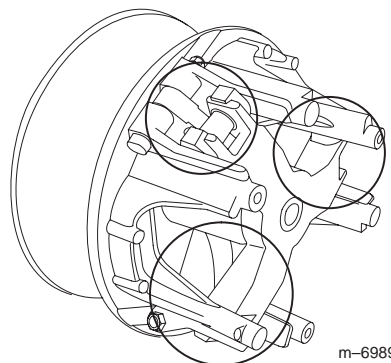

Figura 31
5. Lubrique las piezas en movimiento en las zonas indicadas en la Figura 31 usando Spray Lubricante Seco de Toro, disponible a través de su Distribuidor Autorizado Toro.